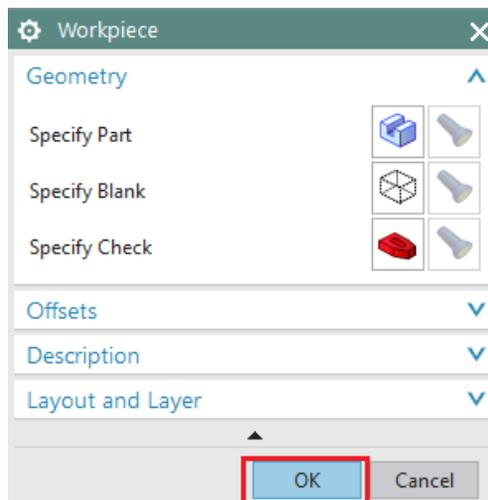

Figura 3.16 Ventana Workpiece
- En la pestaña **Workpiece**, realizar los siguientes arreglos (Figura 3.16).